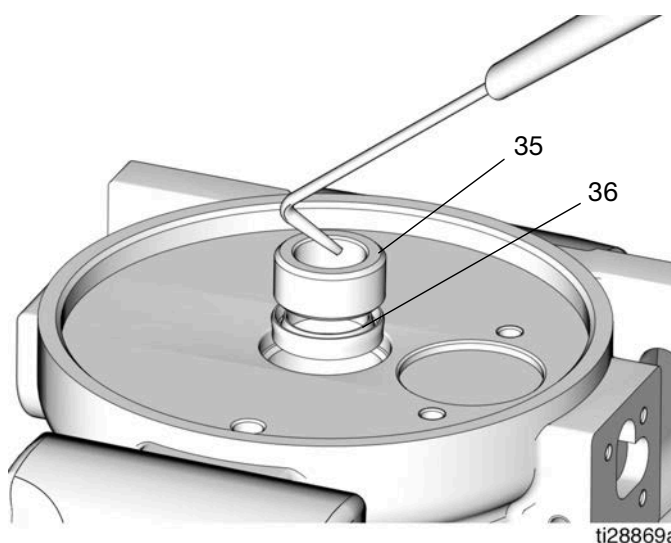

FIG. 25
- 22. Jetez le joint (4) du piston, le joint torique (34a) et l'écrou (37) conformément à toutes les réglementations applicables.
23. Utilisez une tige d'extraction pour enlever la douille (35) et le joint de godet en U (36) (FIG. 25).